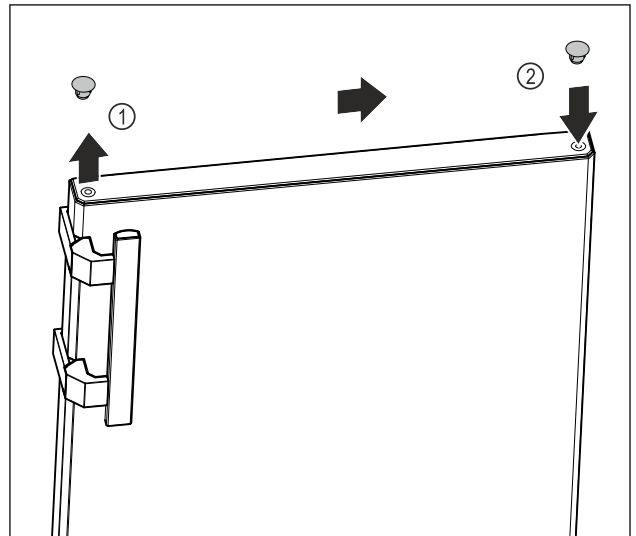

Fig. 9
- Nosta oven yläosan peitetulpat Fig. 9 (1) varovaisesti uraruuvimeisselillä.
- Aseta peitetulpat vastapäiselle puolelle. Fig. 9 (2)